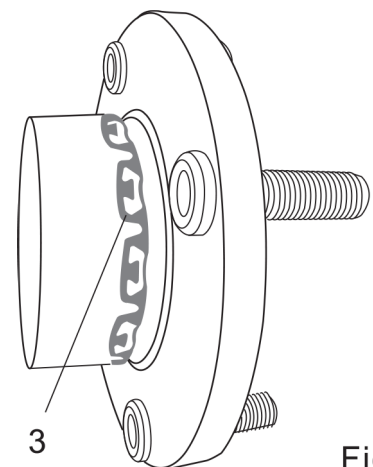

Fig 4
- Rode o parafuso de força até que o rolamento / flange esteja totalmente colocado. Se instalado, assegure-se de que os espigões do anel de retenção (3) estejam corretamente assentados na ranhura de retenção. veja fig.4